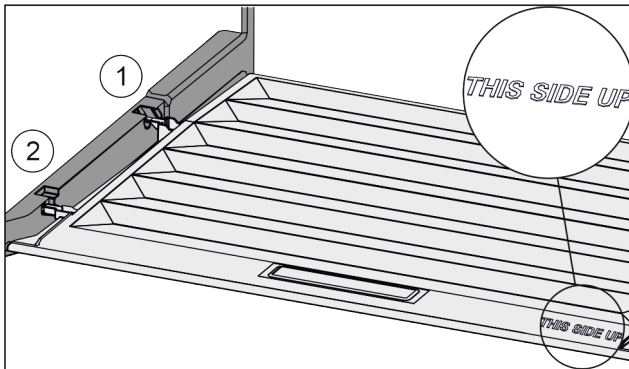

Fig. 96
- ▶ Вставити поперечні ребра через отвір заднього тримача Fig. 96 (1) і зафіксувати спереду у тримачі Fig. 96 (2).